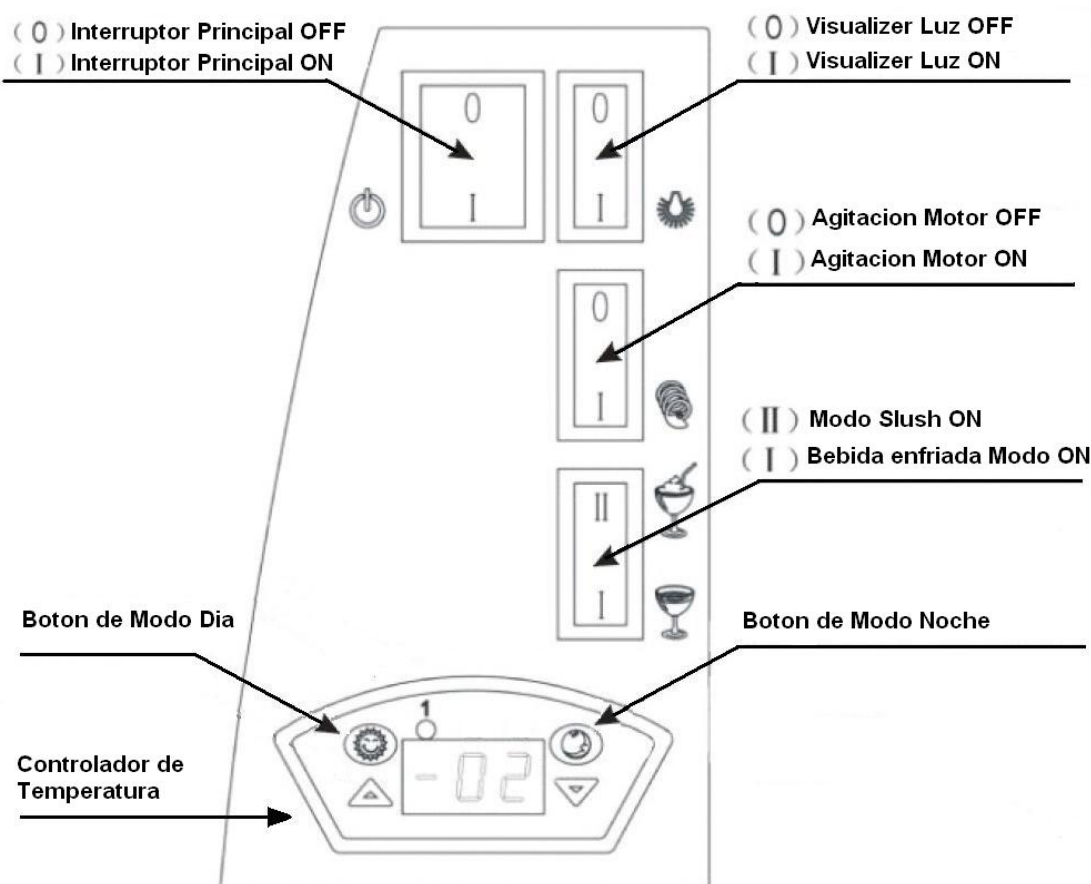

Fig. 1
1. Desconecte el interruptor principal (ver Fig. 1)
1. Encienda el interruptor principal que se encuentra en el lateral del dispensador (ver Fig. 1)
2. Encienda el motor removedor (posición On) (ver Fig. 1)
3. Cambie el controlador a modo de funcionamiento diurno pulsando  en el controlador de temperatura (ver Fig. 1)
4. Verifique que el selector de modo está configurado para Granizado  (ver Fig. 1)
4. Verifique que el selector de modo está configurado para bebidas heladas  (ver Fig. 1)
Es posible activar o desactivar la iluminación de la pantalla LED pulsando el botón  (ver Fig. 1)